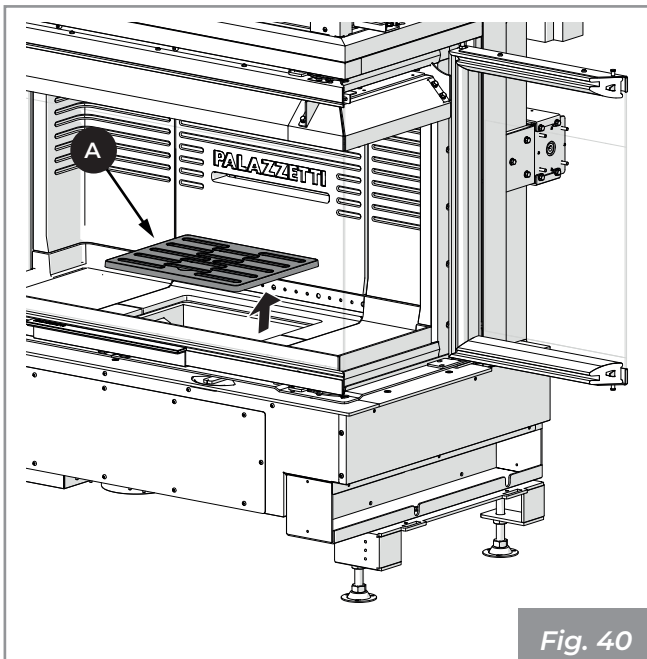

Fig. 40
- 1) S'assurer que la grille (A) (**Fig. 40**) soit libre de tout résidu de combustion pouvant obstruer le passage de l'air. La retirer et effectuer le nettoyage du foyer en utilisant une balayette (non fourni) en faisant convoyer les résidus de la combustion dans le tiroir des cendres. Faire attention aux braises qui brûlent.